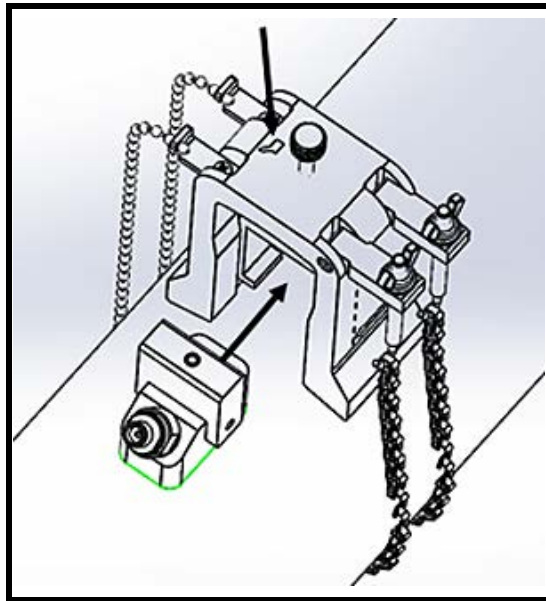

Figura 41: Inserte el transductor en el yugo
8. Afloje la rosca del yugo. A continuación, aplique acoplante a la superficie del transductor e inserte el transductor en el yugo, como se muestra en Figura 41 más abajo.